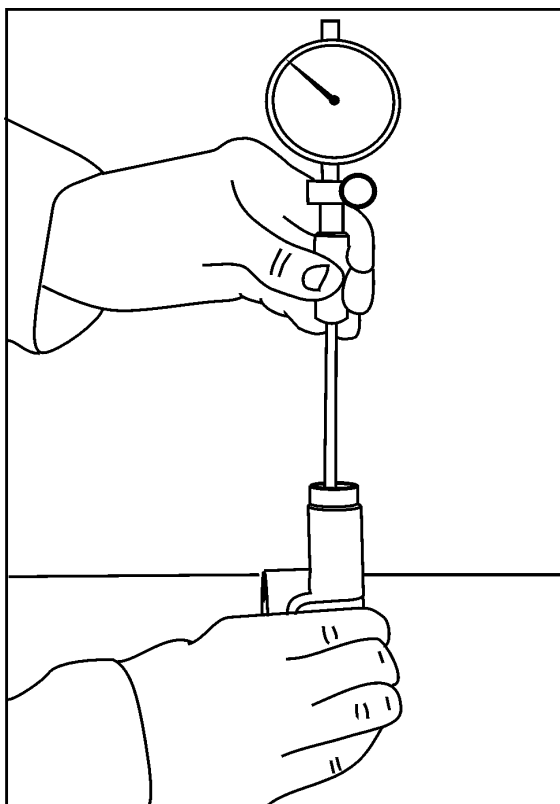

FIG 10
9. Verifique o diâmetro do alojamento do pistão da válvula de alívio com o medidor de diâmetro interno, veja Especificações Técnicas, **Fig. 10.**